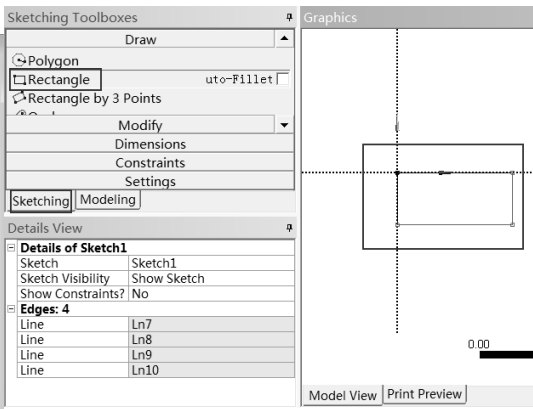

图 3-77 绘图
Step6：如图 3-77 所示，单击 Sketching（草绘）命令，切换到草绘操作面板，选择 Draw Rectangle 命令，在图形操作区域草绘一个长方形，左起点为坐标原点。